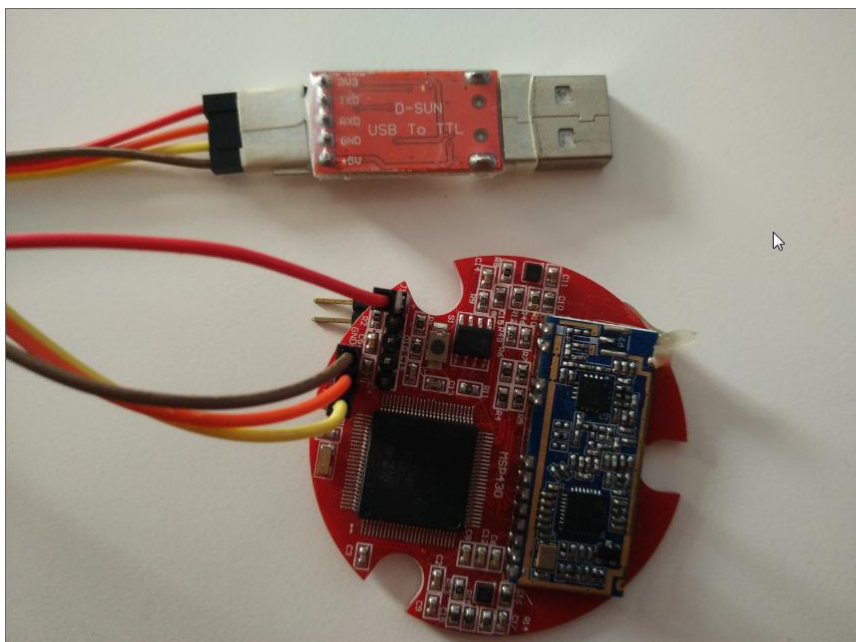

图 1 Sniffer 节点连接
- 将 VD 节点和串口模块类似图 1 进行连接，USB 端再接网络监视用的 PC；